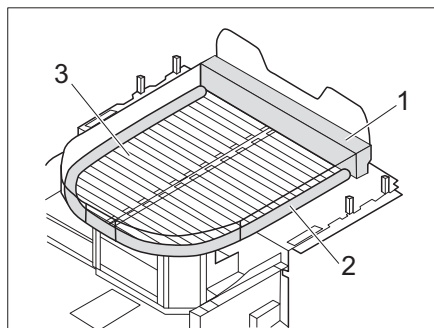

Fig. 184 Letto con prolunga del materasso (con materasso aggiuntivo e telaio portamaterasso)
- Collocare materassi aggiuntivi (Fig. 184,1 e 2) sulla testata e intorno al letto centrale.
- Estrarre il telaio portamaterasso (Fig. 184,3).